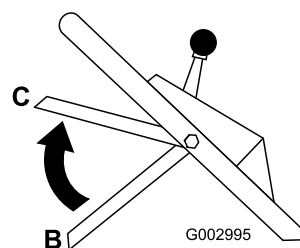

Figure 22
4. Ramenez la barre de commande à la position centrale, soit 12,7 cm (5") environ au-dessous de la barre transversale du guidon (position C à la Figure 22).
5. Relâchez la barre de commande de la lame (position B à la Figure 22).